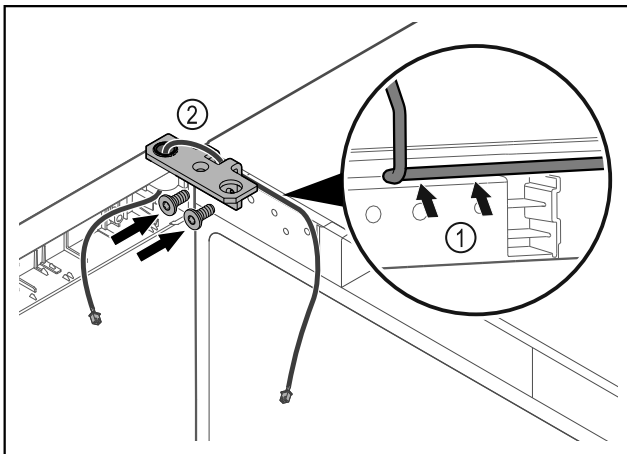

Fig. 38
- ▶ Περάστε το καλώδιο μέσα από το άνοιγμα της γωνίας μεντεσέ και τοποθετήστε το προσεκτικά Fig. 38 (1).
- ▶ Βιδώστε τη γωνία μεντεσέ Fig. 38 (2).